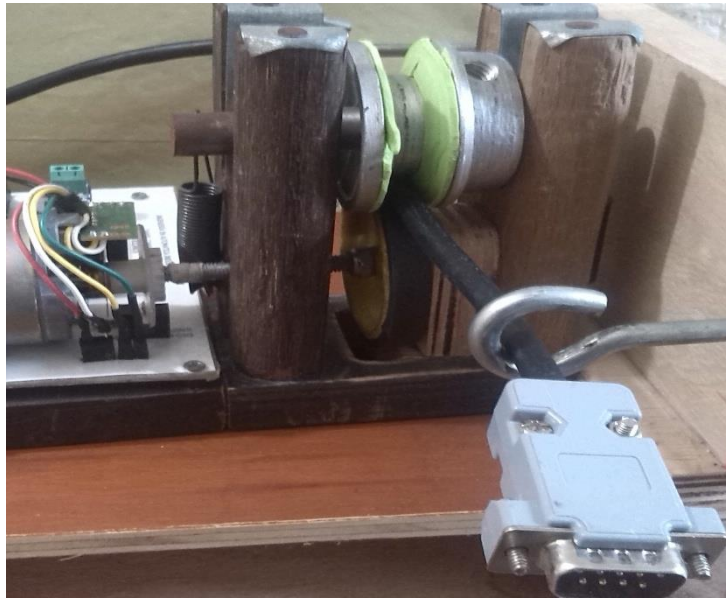

Figura 28 Pasar cable utp por rieles
- Introduzca el cable de comunicación por los rieles del sistema de medición, ver Figura 28.